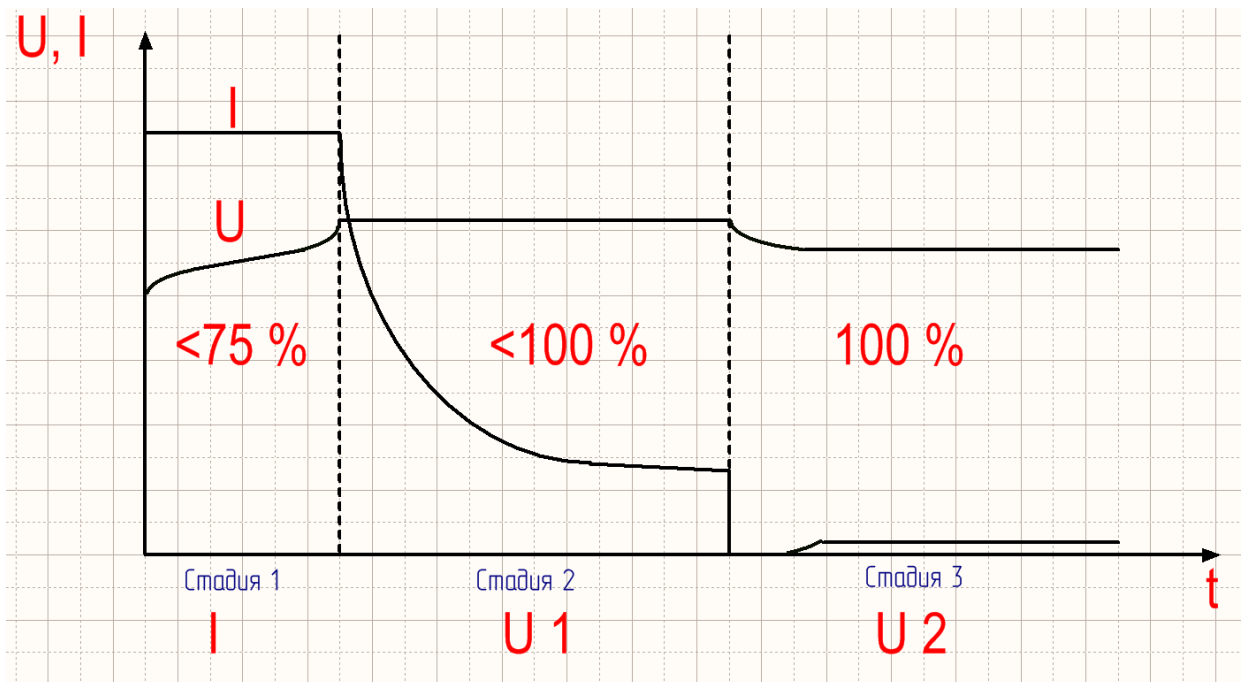

Рис. 1 Трёхстадийный заряд аккумуляторной батареи
1.2.1. В изделии реализован трёхстадийный алгоритм заряда аккумуляторных батарей (рис. 1).